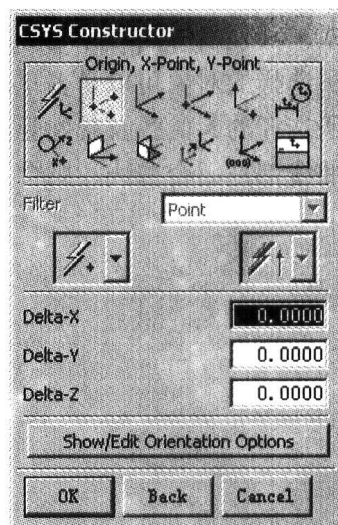

图 1.24 坐标副功能对话框
- **Specify New CSYS(指定新坐标系):** 该选项用于定义新坐标系, 并应用于指定的坐标系。选择该选项后, 系统会显示如图 1.24 所示的 CSYS Constructor 对话框, 并用坐标副功能对话框定义云点构面的坐标系。该对话框的功能及使用方法请看《Unigraphics V18.0 基础教程》的 3.3 节。